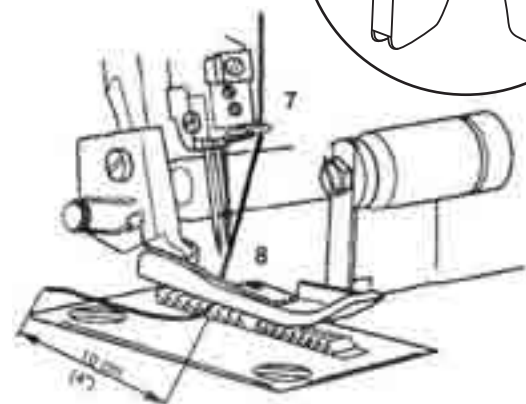

Fig. 28
5. Tråd tråden gennem den højre nål (8) (fig. 28).